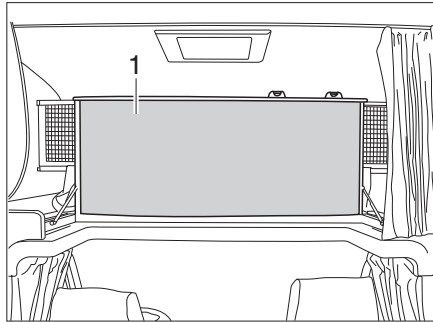

Bild 152 Alkovenbett, nach oben geklappt
- Alkovenbett (Bild 152,1) vorn nach oben klappen. Das Alkovenbett wird von Gasdruck-Federn in der oberen Stellung gehalten.